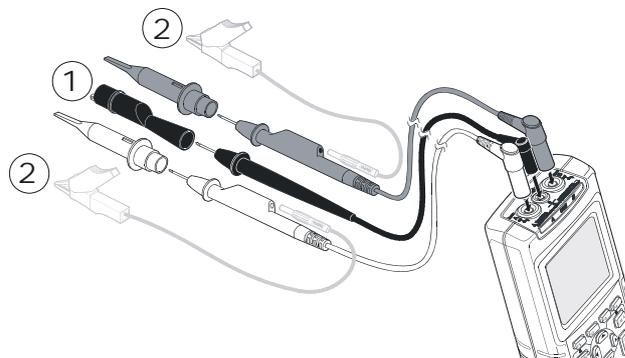

Figure 2-3. Configuration de la mesure de la tension
Voir la figure 2-3. Pour assurer une mise à la terre correcte, connectez les conducteurs de terre court ② au même potentiel de terre. Vous pouvez aussi utiliser le cordon de mesure ① comme fil de terre. Reportez-vous également à la section Utilisation d'une mise à la terre correcte, chapitre 9.